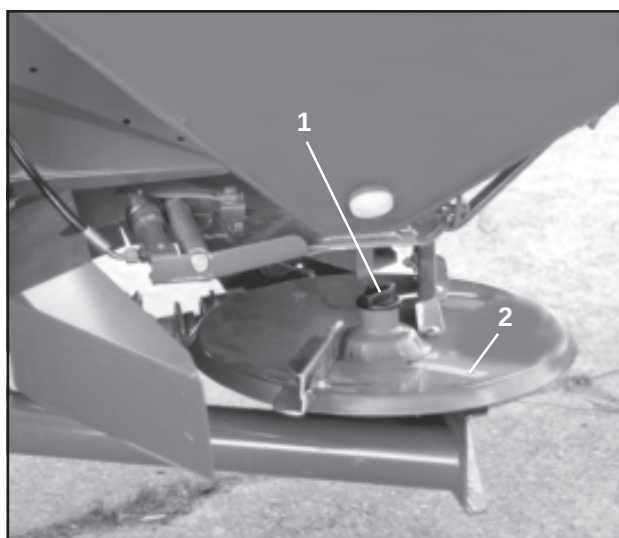

Fig. 7.18
- Demontera vingskruven (fig. 7.18/1)
Förväxla inte höger och vänster spridartallrik. Den vänstra är märkt "links" och den högra är märkt "rechts" (fig. 7.18/2).